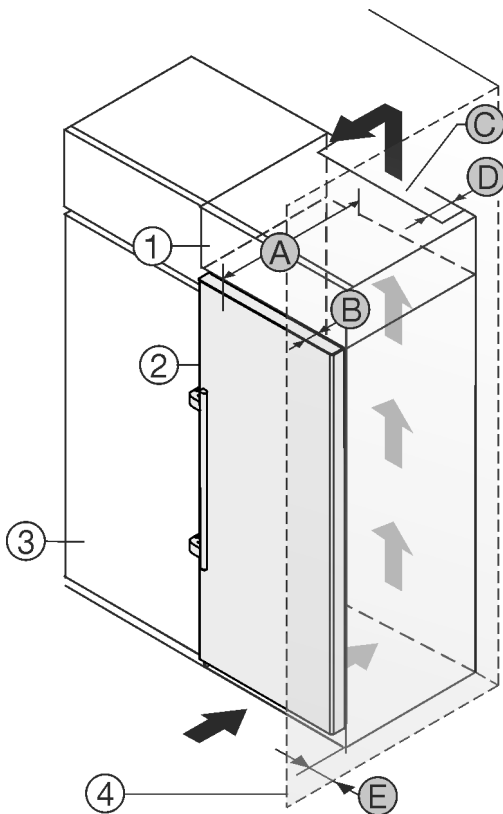

Fig. 2
- (1) Rehausse *
- (2) Appareil *
- (3) Placard de cuisine *
- (4) Mur *
- (A) Profondeur de l'appareil *
- (B) Profondeur de porte *
- (C) Section de ventilation *
- (D) Distance du dos de l'appareil *
- (E) Distance par rapport au côté de l'appareil *
Vous pouvez placer le réfrigérateur directement à côté de l'armoire de cuisine *Fig. 2 (3)*.*
Une sortie d'air avec la profondeur *Fig. 2 (D)* doit être présente au dos de la rehausse sur toute sa largeur.*
La section de ventilation *Fig. 2 (C)* sous plafond doit être respectée.*
Si le réfrigérateur est installé avec les charnières près d'une paroi *Fig. 2 (4)*, la distance entre le réfrigérateur et la paroi doit être d'au moins 57 mm. Cela correspond au dépassement de la poignée lorsque la porte est ouverte.*
Pour pouvoir ouvrir complètement les portes, le réfrigérateur doit dépasser de la profondeur de la porte *Fig. 2 (B)* par rapport à la façade du placard. L'appareil peut déborder encore plus en fonction de la profondeur des placards *Fig. 2 (3)* et de l'utilisation de cales d'épaisseur.*